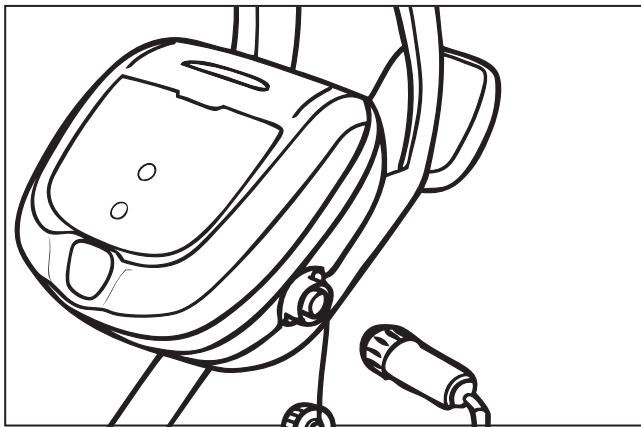

Figura 19. Desenchufe
3. Desconecte la energía hacia el limpiafondos desde la unidad de control (Figura 19).